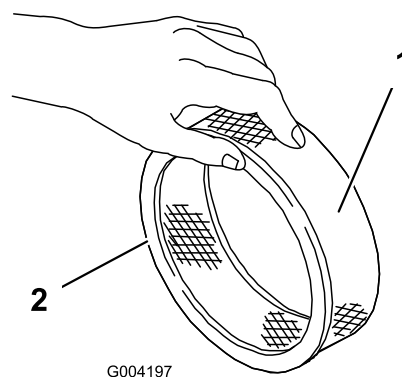

Figure 20
5. Vérifiez que l'élément en papier n'est pas déchiré ou couvert d'une pellicule grasse, et que le joint de caoutchouc n'est pas endommagé (Figure 20).
1. Glissez délicatement le préfiltre en mousse sur l'élément en papier (Figure 20).